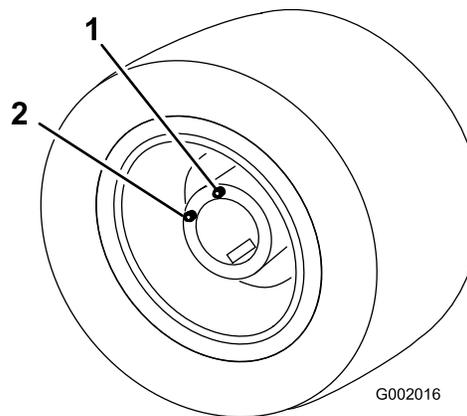

Figura 83
5. Desloque o veículo lentamente até a roda ficar posicionada como se mostra na Figura 83.